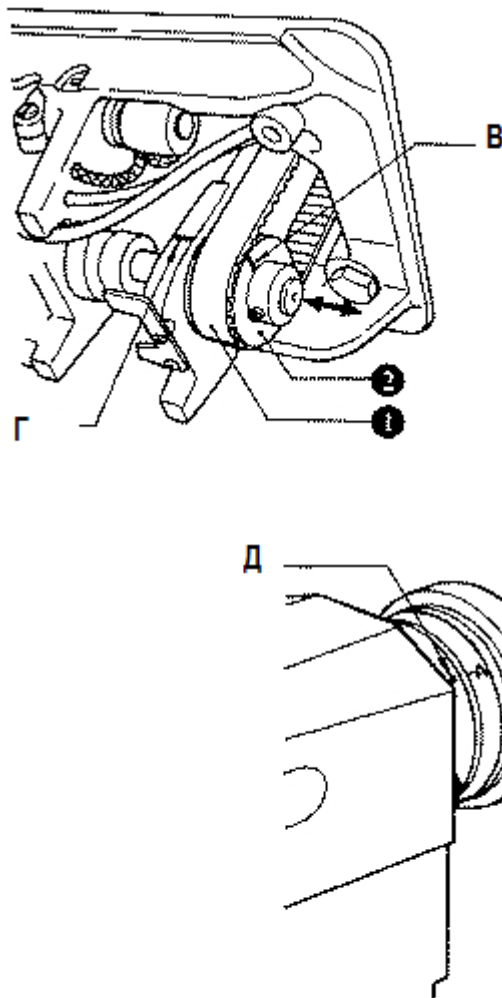

рис.42
24. Регулировка своевременности взаимодействия иглы и зубчатой рейки. (Рис.42)